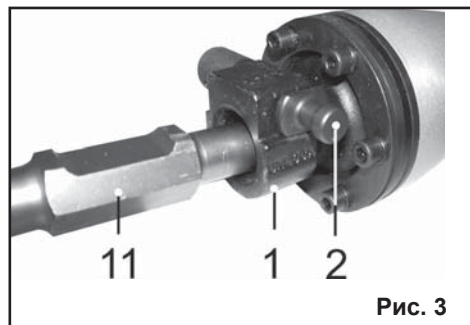

Рис. 3
8.1.2. Преодолевав усилие пружины, оттяните фиксатор муфты (2) на себя, и удерживая в этом положении, поверните на 180° и отпустите фиксатор (2). Метка на фиксаторе (2) должна располагаться возле маркировки «unlock», Рис.3.